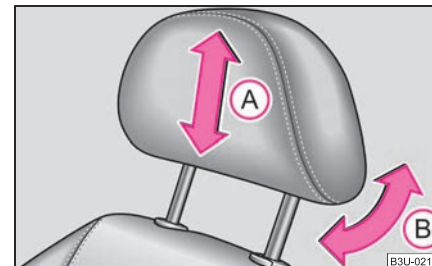

Fig. 47 Régler les appui-tête
- Saisissez l'appui-tête latéralement avec les deux mains et faites-le coulisser vers le haut ou le bas dans le sens de la flèche (A) ⇒ fig. 47. La meilleure protection est obtenue lorsque le bord supérieur de l'appui-tête se trouve au moins à la hauteur de la partie supérieure de la tête ⇒ page 103, fig. 103. ▶
- Les appuis peuvent être adaptés à la tête en les inclinant dans le sens de la flèche **B** ⇒ page 55, fig. 47. La position est encore plus confortable en ajustant l'appui-tête.